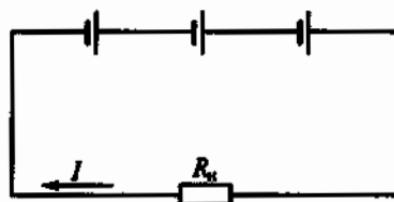

Рис. 8
1.15. Какой будет ток I в цепи батареи, образованной последовательным соединением трех одинаковых гальванических элементов (рис. 8) и питающей нагрузку $R_n = 9 \text{ Ом}$, если ЭДС каждого гальванического элемента $E = 1,5 \text{ В}$, а внутреннее сопротивление $R_0 = 3 \text{ Ом}$?